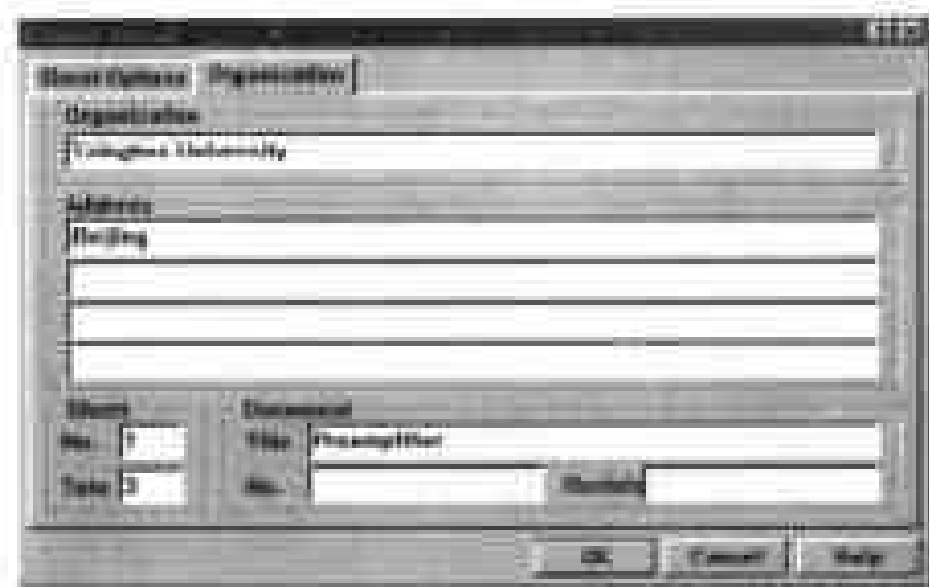

图 2-15 设置图纸相关信息
(1) 选择 Design > Options,弹出 Document Options 对话框,在对话框中单击 Organization 标签,在对话框中显示设置图纸相关信息的选项,如图 2-15 所示。
(2) 在 Organization 选项的输入框中输入有关图纸设计单位的信息,并在 Address 选项的输入框中输入关于地址的信息。
(3) 在 Sheet 选区中包含两个输入框,供用户设置图纸的编号。在 Total 输入框中输入 3,表示图纸的总数共有 3 张;在 No. 输入框中输入 1,表示当前的图纸是 3 张图纸中的第一张。
(4) 在 Document 选区的 Title 输入框中输入 Preamplifier,指定所绘制电路图的名称,单击 OK 命令按钮,完成对电路原理图相关信息的设置。在对话框中输入的信息,都将显示在图纸的标题栏中。